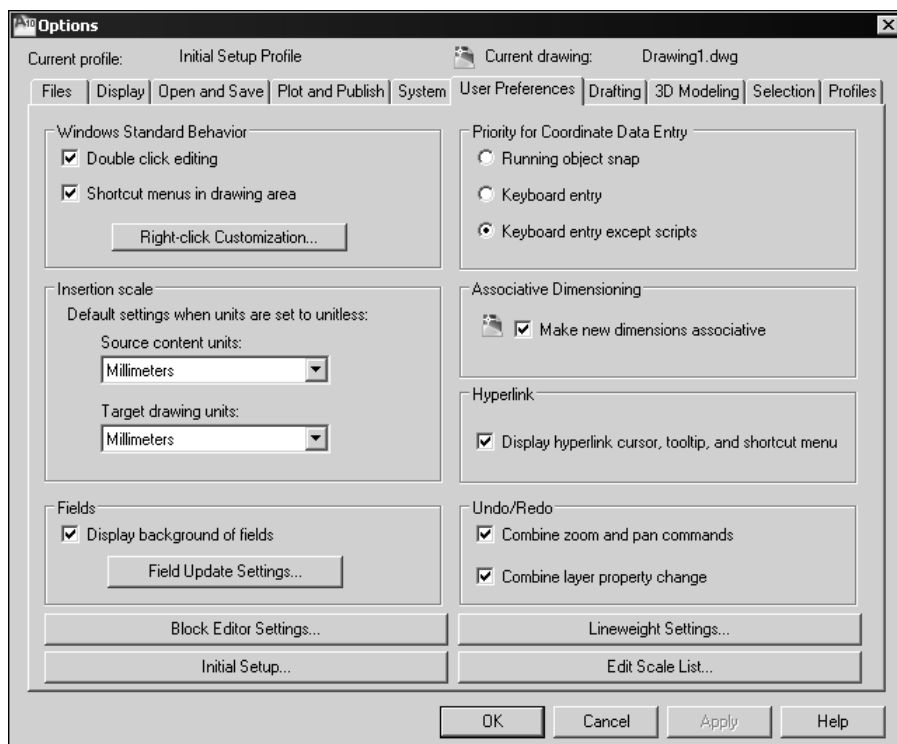

Рис. 3.4. Диалоговое окно настройки пользовательских параметров
2. Выберите в этом окне вкладку **User Preferences** (Пользовательские). Появится диалоговая часть окна, предназначенная для настройки среды рисования по усмотрению пользователя (рис. 3.4).